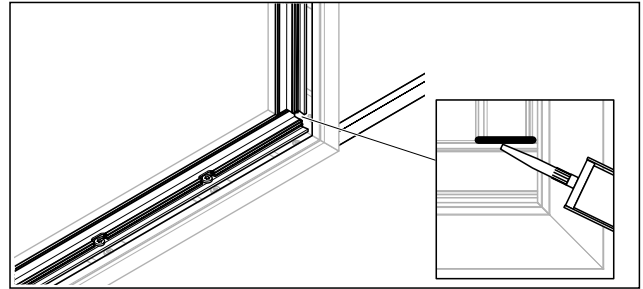

Abb. 32 Beispiel für das Silikonieren der Fugen von der Profillinenseite
1. Die Fugen von der Profillinenseite fachgerecht silikonieren (Abb. 32).